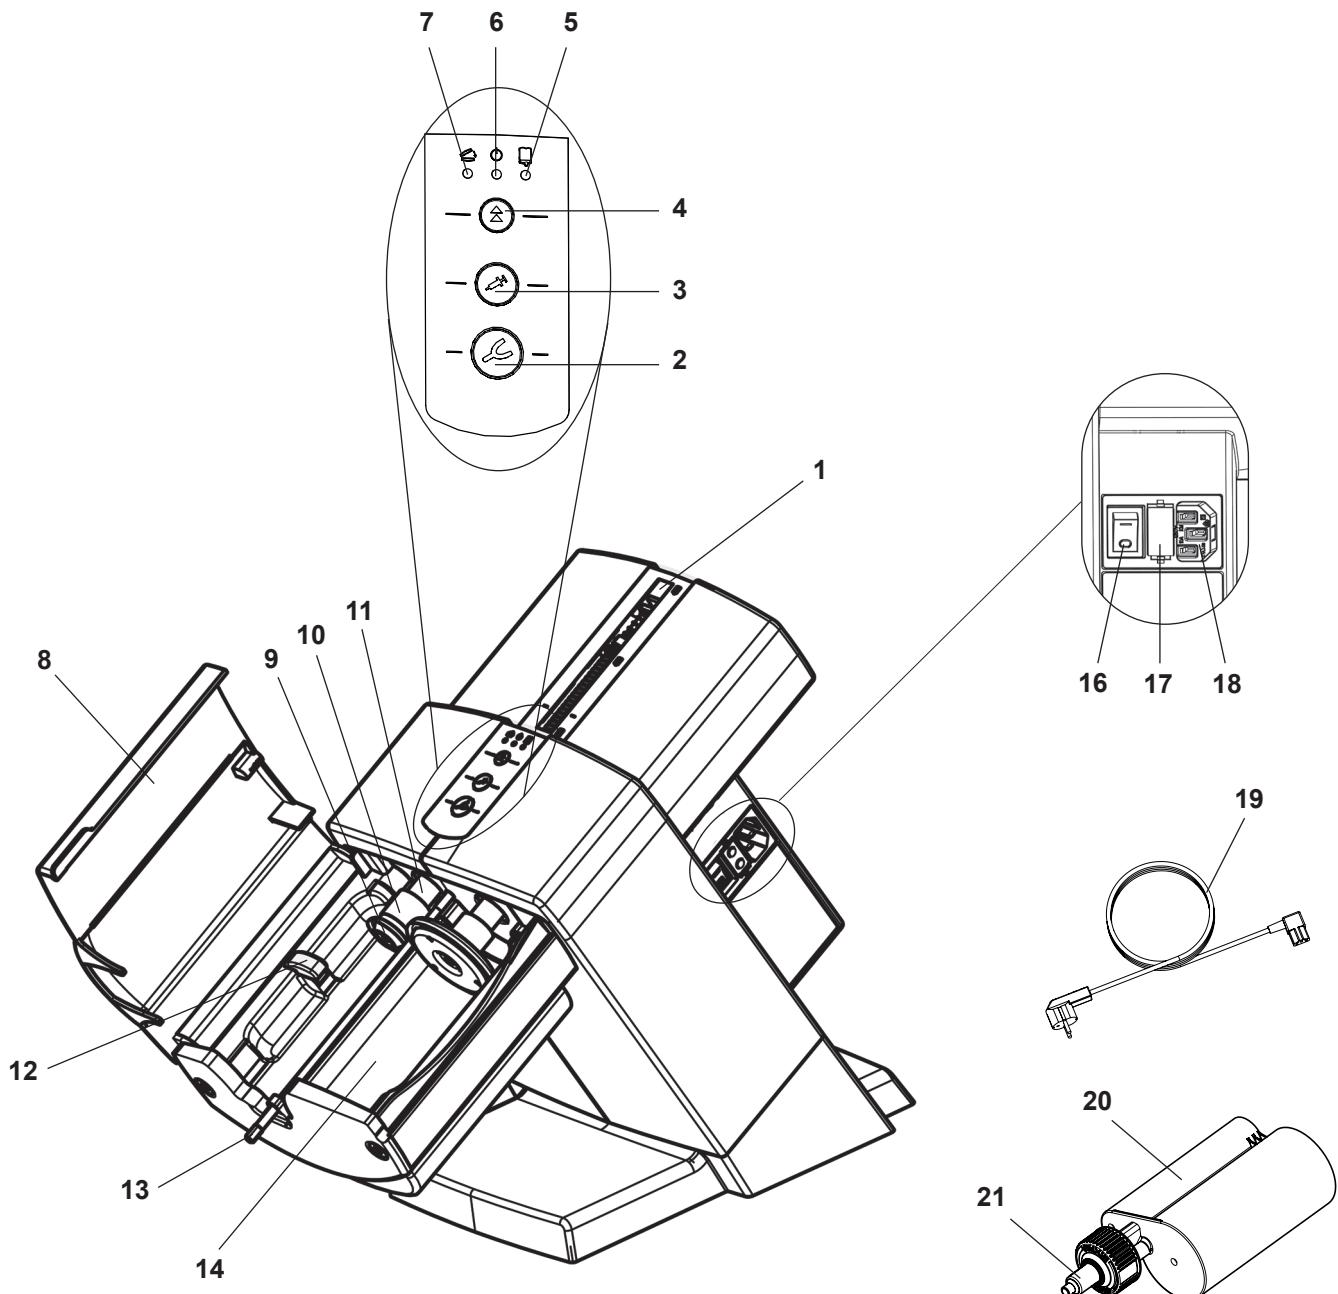

Abb. 1
- ⇒ Mitgeliefertes Netzkabel (19, Abb. 1) in den Netzanschlussstecker (18) einstecken.
- ⇒ Gerät am Netzschalter (16) einschalten.
- ⇒ Geräteklappe (8, Abb. 1) schließen.
- ⇒ Rückfahrtaste (4) drücken.
- ◆ Die Druckteller (9, Abb. 1) fahren bis in die Ausgangsstellung zurück und stoppen dort.
- ⇒ Transportsicherung (23) entfernen.
Das Einlegen, sowie der Wechsel einer Kartusche kann nur erfolgen, wenn sich die zwei Druckteller (9, Abb. 1) in der Ausgangsstellung befinden.
- ⇒ Geräteklappe (8, Abb. 1) öffnen.
- ⇒ Kartusche (20) ins Gerät einlegen. Bitte beachten Sie, dass die Kartusche unter der Arretiernase (12) zu liegen kommt.
- Die Geräteklappe lässt sich nur bei korrekt eingelegter Kartusche schließen. Solange die Geräteklappe noch nicht ordnungsgemäß geschlossen ist, leuchtet die rote LED „Geräteklappe offen“ (7, Abb. 1).
- ⇒ Vorschubtaste (2) oder (3) drücken und gedrückt halten:
- Abformlöffel (2), hohe Auspressgeschwindigkeit oder
- Dispenser (3), niedrige Auspressgeschwindigkeit
- ♦ Der Mischersechskant (13, Abb. 1) beginnt sich zu drehen und fädelt automatisch in die Mischedüse (21, Abb. 1) ein und stoppt dann wieder.